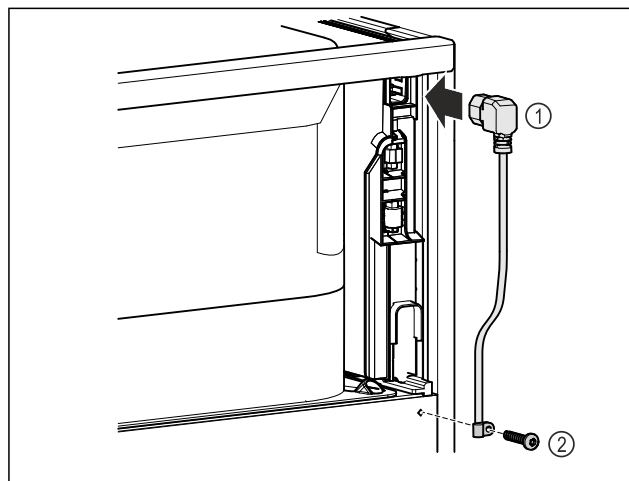

Fig. 75
- ▶ Kaltgerätebuchse der Netzanschlussleitung Fig. 75 (1) auf der Rückseite des Gerätes einstecken.
- ▶ Zulentlastung montieren. Fig. 75 (2)